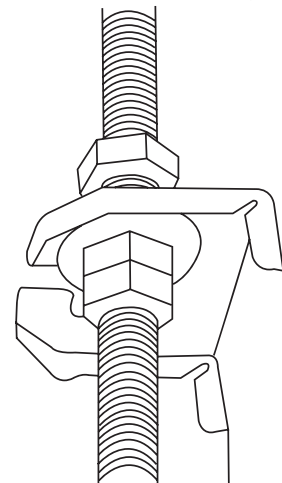

Fig. 4.8
8. Montare l'unità interna con almeno due persone per sollevarla e fissarla. Inserire i bulloni di sospensione nei fori di sospensione dell'unità. Fissarli utilizzando le rondelle e i dadi forniti. (Vedi Fig. 4.8).